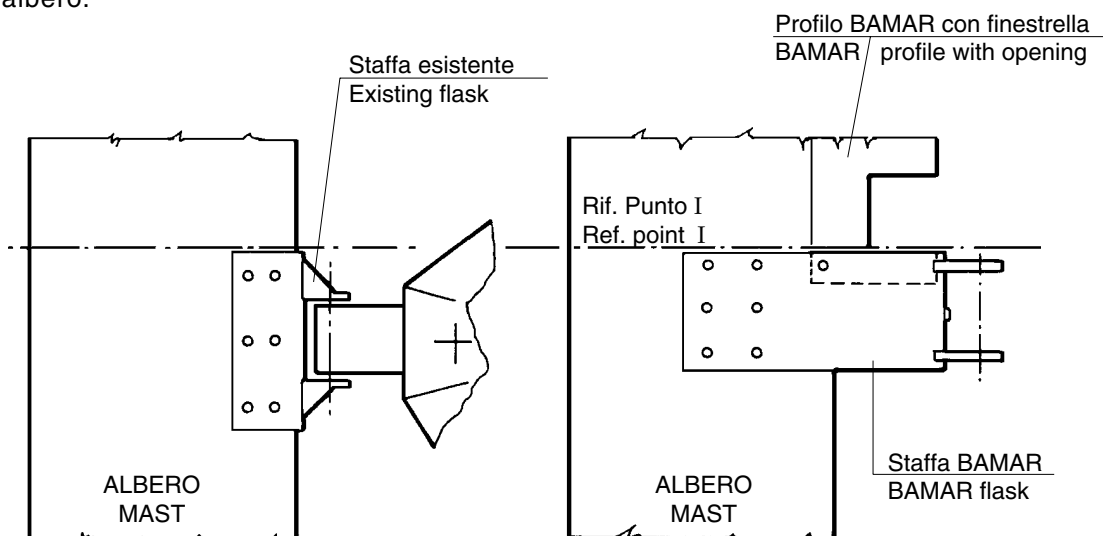

Fig. 1
- 3 - Prendere il primo profilo (quello con la finestrella) e posizionarlo sulla parte superiore della staffa esistente (fig. 1).
- 3 - Take the first profile (the one complete with opening) and set it on the flask's upper part (fig.1).